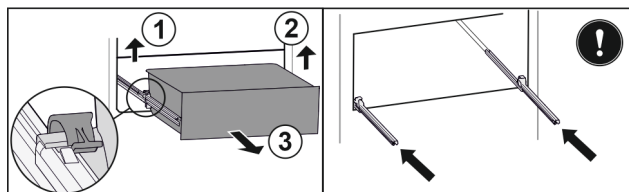

Fig. 144
- Ridicați clemă din stânga și trageți concomitent sertarul din stânga spre înainte. Fig. 144 (1)
- Ridicați clemă din dreapta și trageți concomitent sertarul din dreapta spre înainte. Fig. 144 (2)
- Extrageți sertarul spre înainte. Fig. 144 (3)